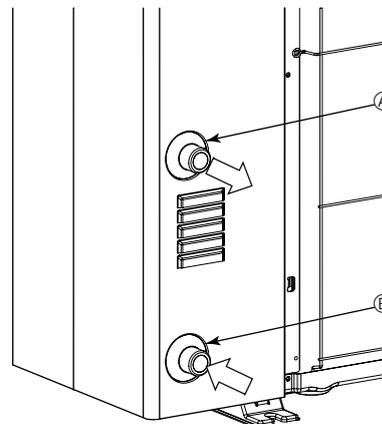

Fig. 5-1
5.1. Collegamento delle tubazioni dell'acqua (Fig.5-1)
- La Fig. 5-1 indica la posizione dei tubi interni ed esterni.
[Fig. 5-1]